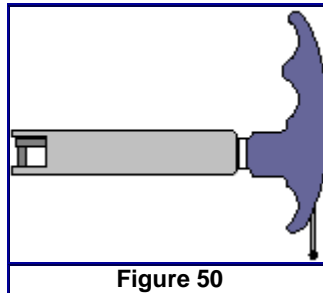

Figure 50
- Aux doigts, en T. (Figure 50)